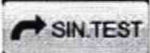

Рисунок 4 – Экран настроек измерений
7.2.5 Для настройки измерений нажать кнопку . Появится экран настроек измерений (см. рисунок 4).